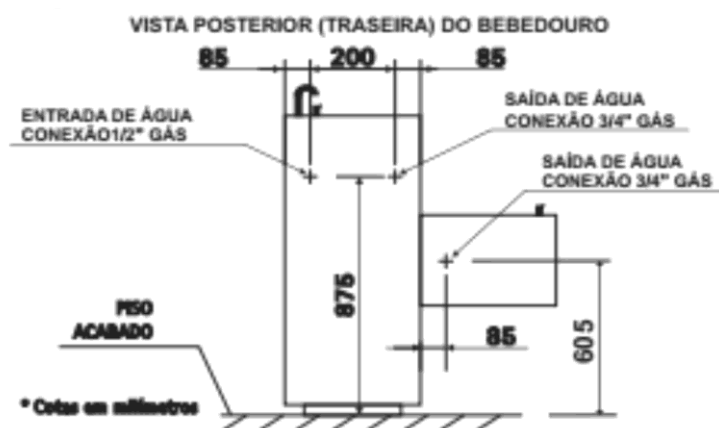

Figura 3
- Observe a figura 3 para orientação das posições das conexões do aparelho.